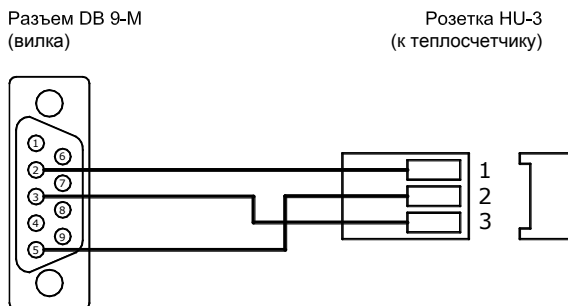
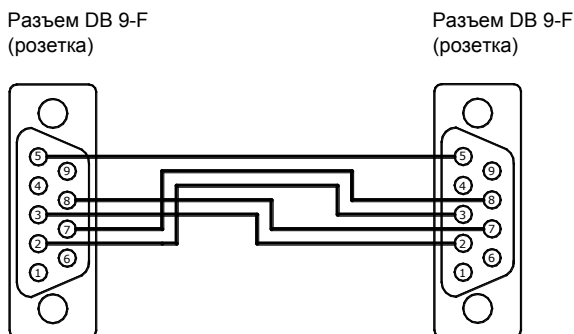

Рис. 9.5 Переходной кабель RS-232C (ТЭМ-104 - АПД)
Рис. 9.6 Нуль - модемный кабель RS-232C
6.9.2. В случае, когда теплосчетчик поставляется с установленным переходным кабелем (см. карту заказа, ПРИЛОЖЕНИЕ А), для считывания данных по интерфейсу RS-232C в ПК необходимо подключить к переходному кабелю, изображенному на рис. 9.5, нуль-модемный кабель (см. рис. 9.6).
6.9.3. Для считывания данных по интерфейсу RS-232C в адаптер переноса данных необходимо подключить адаптер к переходному кабелю (см. рис. 9.5).